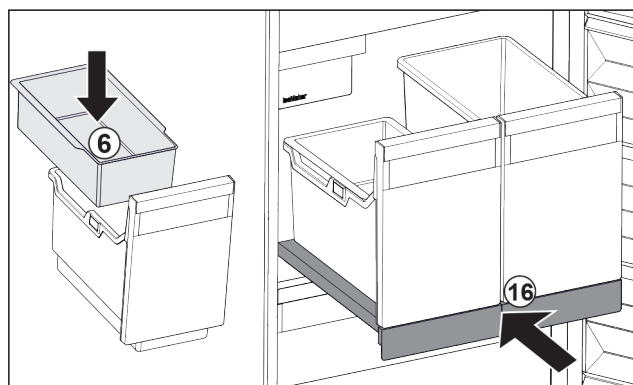

Fig. 131
- Einhängeschale Fig. 131 (6) für Eiswürfel einsetzen.
- Auszugsbord mit Behälter (IceTower) einschieben. Fig. 131 (16)